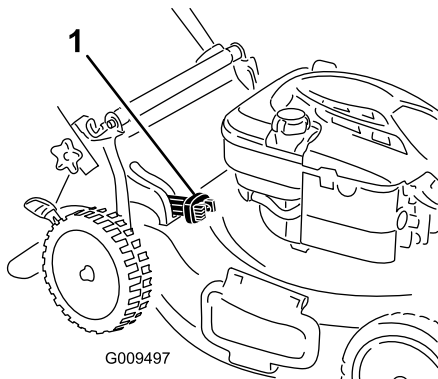

Figura 19
- Para ensacar los recortes de hierba y hojas, presione hacia dentro el botón de la palanca de ensacado a demanda y mueva la palanca hacia delante hasta que salga el botón de la palanca (Figura 19).